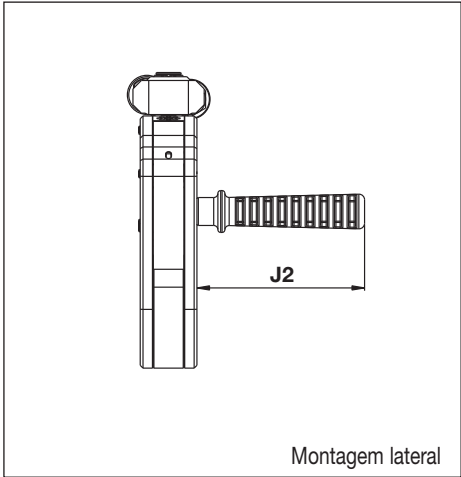

Fig. 25
6.1.4 Dimensões, Manípulo Direito de Posicionamento Série SWH (fig. 25 e 26 - acessório opcional)